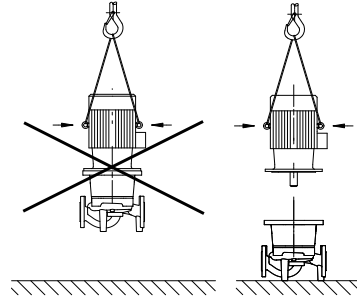

Fig. 7: Motorun nakliyesi
- Motordaki nakliye halkaları sadece motorun taşınması için kullanılabilir, tüm pompa için kullanılması yasaktır (Fig. 7).